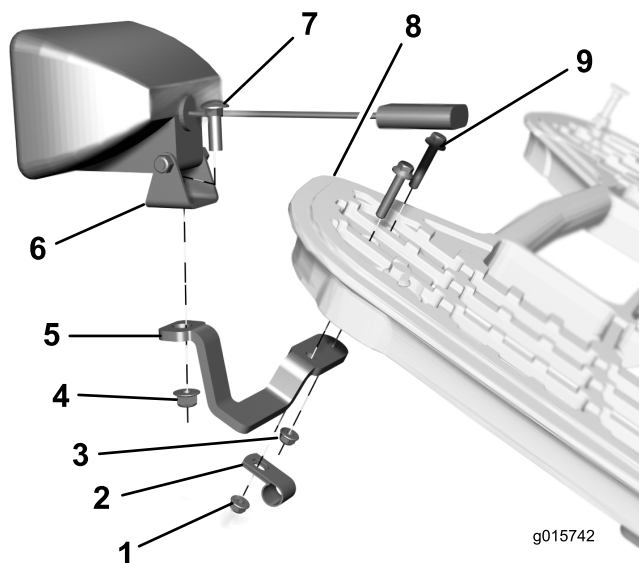

図 5
1. 右側サポートブラケットを機体フレームの右前側に取り付ける (図 5)。ワイヤハーネスを、R クランプに通し、次にブラケットをフレーム底部に固定する (1/4 インチのフランジボルト2本、R クランプ1個、1/4インチのフランジナット2個を使用)。
2. 右側サポートブラケットにランプを取り付ける (図 5)。ランプをブラケットに固定する；キャリッジボルト1本とフランジナット1個を (5/16 インチ) を使用する。